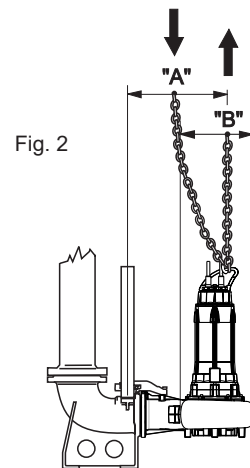

Fig. 2
- 1.5. - Si vous voulez retirer l'électropompe de son emplacement, débrancher avant tout les câbles électriques du tableau de commande, puis soulever en respectant les instructions de la page 33 (Fig. 2). Laver la pompe avec un jet d'eau propre, aussi bien à l'intérieur qu'à l'extérieur, en éliminant tout résidu du liquide véhiculé; ne pas oublier de mettre des lunettes de protection, un masque et un tablier imperméable.